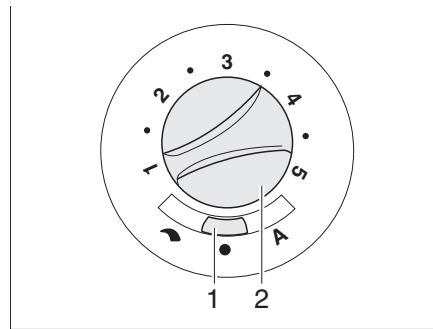

Bild 110 Reglage för cirkulationsfläkt (12 V)
- Ställ skjutreglaget (Bild 110,1) på "↷" (manuell reglering) eller "A" (automatisk drift).
- Om skjutreglaget (Bild 110,1) är inställt på "↷" (manuell reglering): Ställ in önskad effekt på cirkulationsfläkten med vredet (Bild 110,2).
- Ställ skjutreglage (Bild 110,1) på "●" (från). Under uppvärmning detta läge ingen funktion.